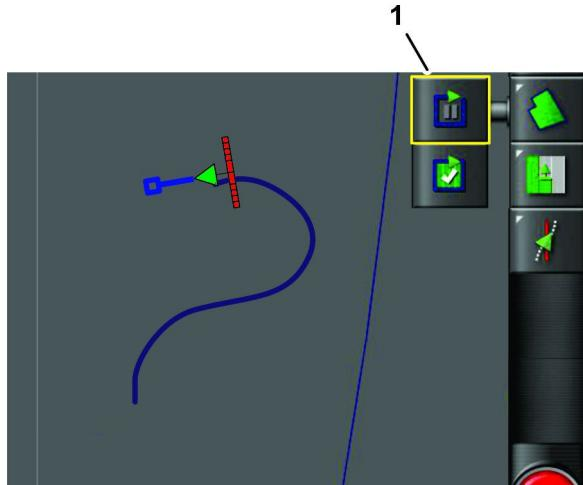

Figure 42
- Appuyez sur l'icône PAUSER L'ENREGISTREMENT DE LIMITÉ DE CHAMP (Figure 42).